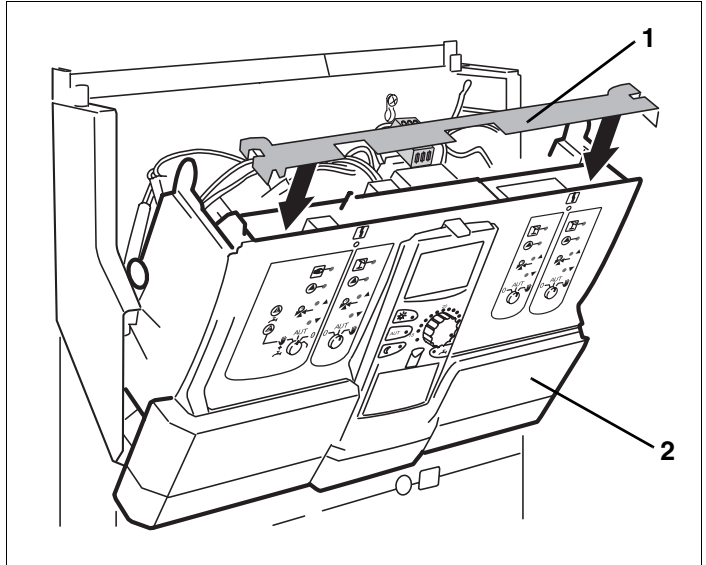

Fig. 9 Inserimento barra di arresto moduli
- Inserire la barra di arresto moduli (fig. 9, **pos. 1**) nelle apposite sedi fino allo scatto.
- Riagganciare la parte anteriore dell'apparecchio (fig. 9, **pos. 2**) fino allo scatto.